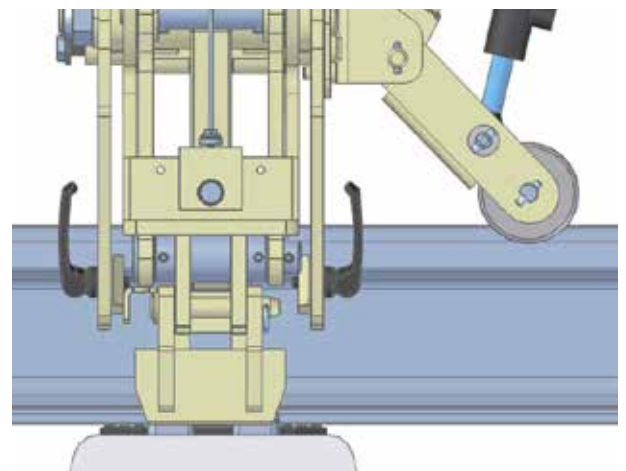

Fig 85.
2. Réglez les quatre plaques de référence en ouvrant la poignée de verrouillage excentrique. (1), figure 85.